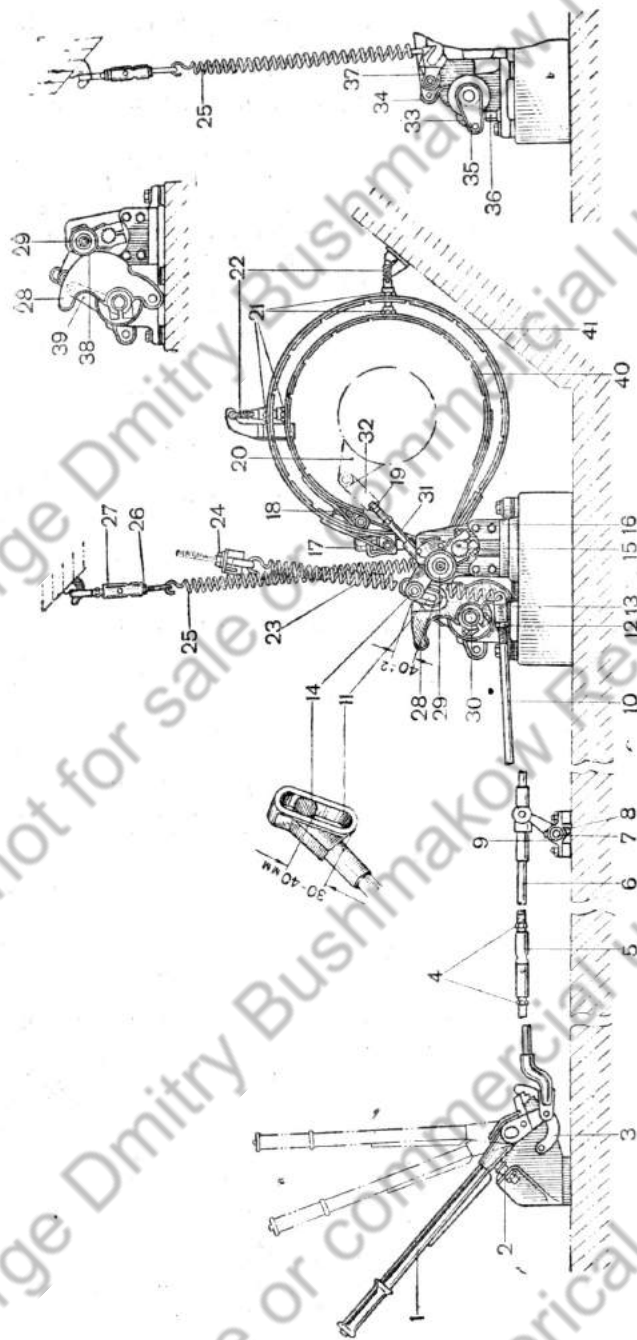

Рис. 184. Привод управления планетарным механизмом поворота (плоскостной чертёж).
9. Соединить рычаг чашки с регулировочной стяжкой 31 (рис. 184).
Правильной регулировкой привода управления обеспечивается (рис. 184 и 185):
2. Чёткое фиксирование рычага управления в первом положении, соответствующем торможению малого барабана. При этом ролик должен свободно от руки проворачиваться на своей оси, а ролик кулачка-разделителя входить в лунку 38 кулачка-разделителя (рис. 184). Фрикцион полностью выключен. Осевой ход подвижной чашки равен 4—4,5 мм. Большой остановочный барабан должен быть отторможен. Пружина должна плотно затягивать малую тормозную ленту на барабане.
1. Отрегулировать длину тяги 10 проушиной 13 (рис. 184 и 185) так, чтобы упор 8 валика прижимался к дну, когда рычаг управления 1 прижат к регулировочному болту 2. Проверить, чтобы в этом положении рычаг 35 упирался в упор 36.
1. Затянуть гайку 18 (рис. 184 и 185) доотказа и затем повернуть её обратно на 7—9 оборотов.
1. Затянуть гайку 17 (рис. 184 и 185) доотказа.
Для устранения холостого хода рычага и приведения хода выключения к нормальной величине нужно укоротить стяжку 31 (рис. 184).
4. Стук лент устранять, увеличивая натяжение оттяжных пружин 22 (рис. 184).